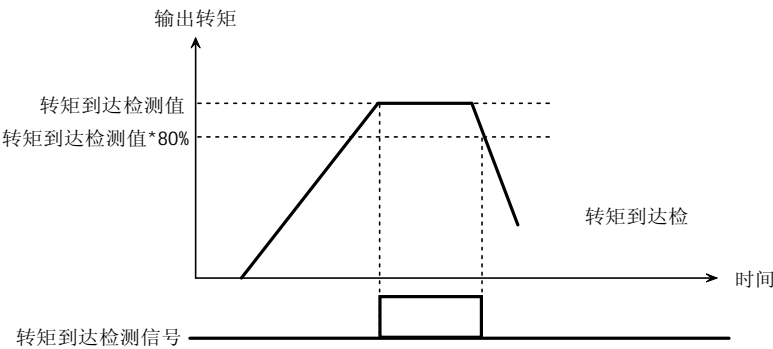

图 5-3-11 转矩到达检测
- 在转矩大于或等于该值时，端子输出有效，小于或等于该值的80%时端子输出无效，如图5-3-11所示。